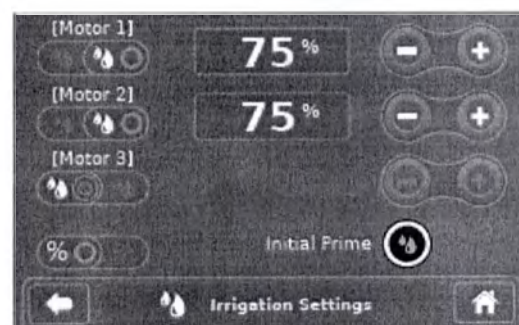

Рисунок 19 – Настройки ирригации (Первичная заправка)
2. Нажмите на  (Первичная заправка) для заправки ирригационной кассеты (Рисунок 19).